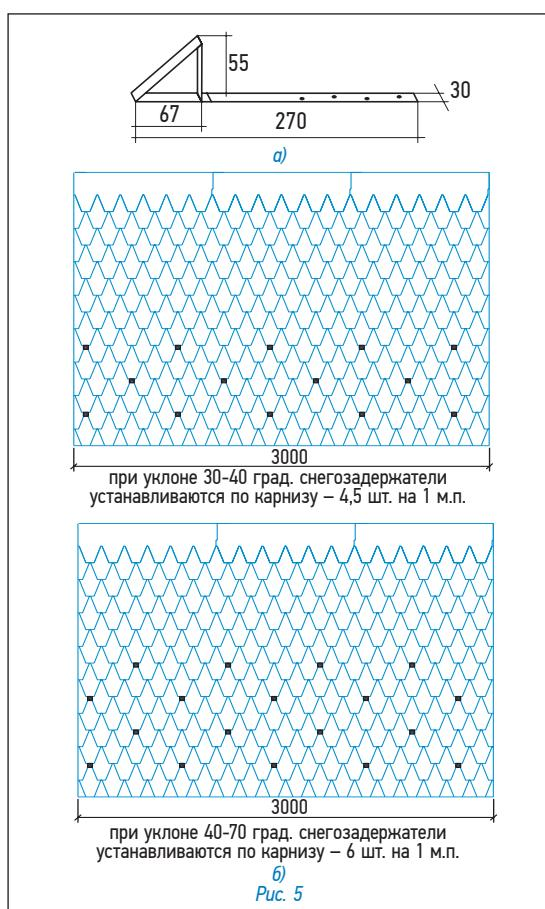

Рис. 5
Установка снегозадержателя (рис. 5)
Крепеж снегозадержателя осуществляется саморезами через специально отведенные отверстия (рис. 5а).
Количество снегозадержателей на крыше зависит от климатических условий данной местности, от размеров и уклона кровли. На рис. 5б предлагаются возможные схемы установки снегозадержателей.
Конек (рис. 5)
- Верхний ряд черепицы доводится до линии конька (ребра), выступающие части листов обрезаются (рис. 5а);
- линии коньков и ребер герметизируются специальной самоклеящейся лентой «Топ-ролл» (рис. 5б);
- далее устанавливаются внахлест специальные коньковые элементы (направление укладки по преимущественному направлению ветра), рис. 5в. Каждый коньковый элемент плотно прижимается к основанию кровли и фиксируется 4 гвоздями длиной 35мм, которые перекрываются следующим коньковым элементом;